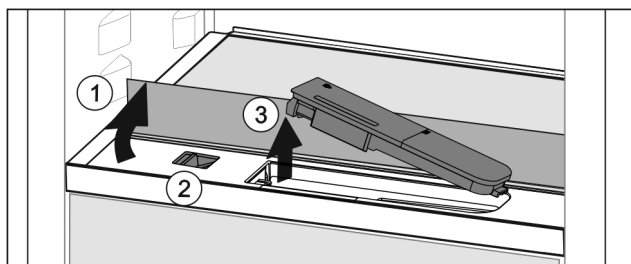

Fig. 51
- ▶ Løft glaspladen og klap den bagud til anslag Fig. 51 (1).
- ▶ Skyd skyderen Fig. 51 (2) mod venstre.
- ▶ Tag vandbeholderen Fig. 51 (3) ud.